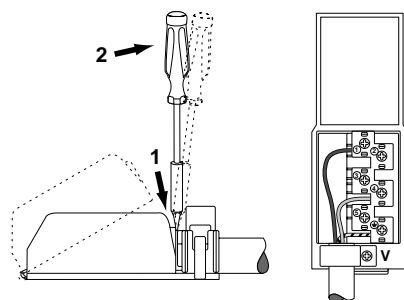

fig.11
- Afloje el tornillo de la mordaza de terminal de cable "V" y los tornillos de los contactos (fig.11).